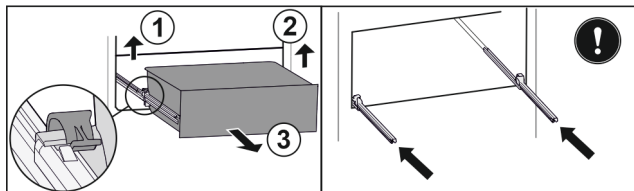

Fig. 87
- Soulever la bride gauche et tirer dans le même temps la partie gauche du tiroir vers l'avant. Fig. 87 (1)
- Soulever la bride droite et tirer dans le même temps la partie droite du tiroir vers l'avant. Fig. 87 (2)
- Retirer le tiroir par l'avant. Fig. 87 (3)